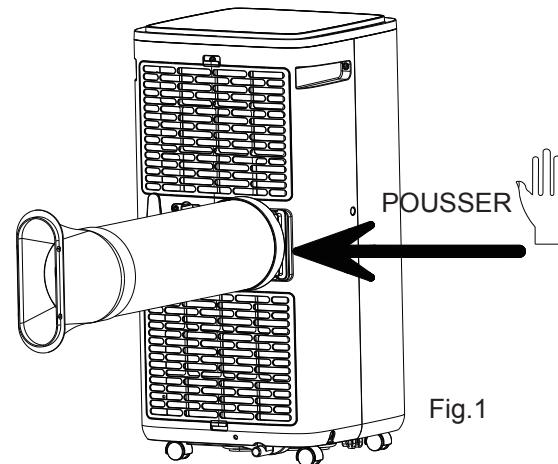
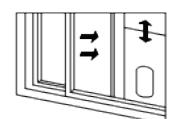

Fig.2
Fig.3
1) Ouvrez à moitié la fenêtre et montez l'assemblage de la plaque d'étanchéité de la fenêtre sur la fenêtre (comme indiqué sur la Fig.2 et la Fig.3) ; l'assemblage peut être placé dans le sens horizontal et vertical.